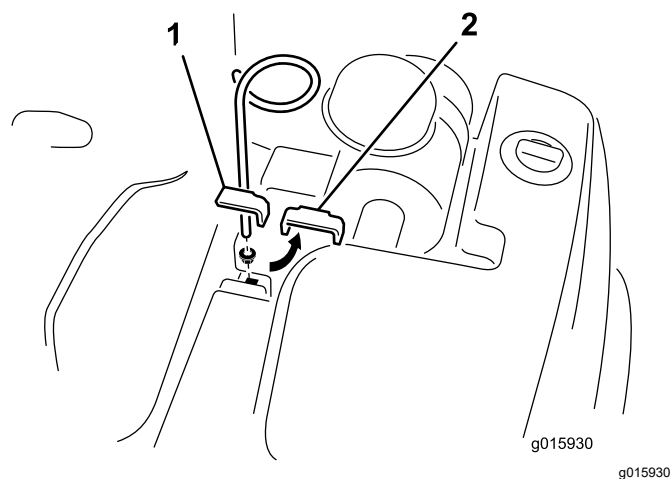

Figure 6
1. Retirez le boulon, la rondelle et l'écrou qui fixent l'attache supérieure du réservoir hydraulique au cadre (Figure 6).
Remarque: Positionnez le guide-flexible comme illustré à la Figure 6.